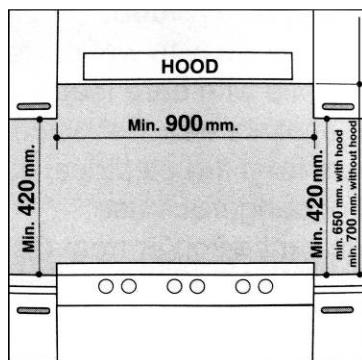

Рис.5
- c) Шафи повинні бути розташовані поряд з витяжкою принаймні на висоті 420 мм (Рис. 5).